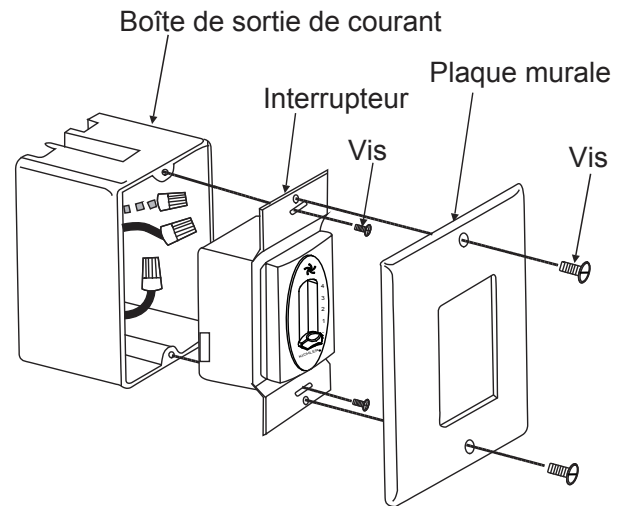

Fig. 21
Étape 8. Installez la plaque murale sur la boîte de sortie de courant existante à l'aide des vis fournies. (Fig. 21)